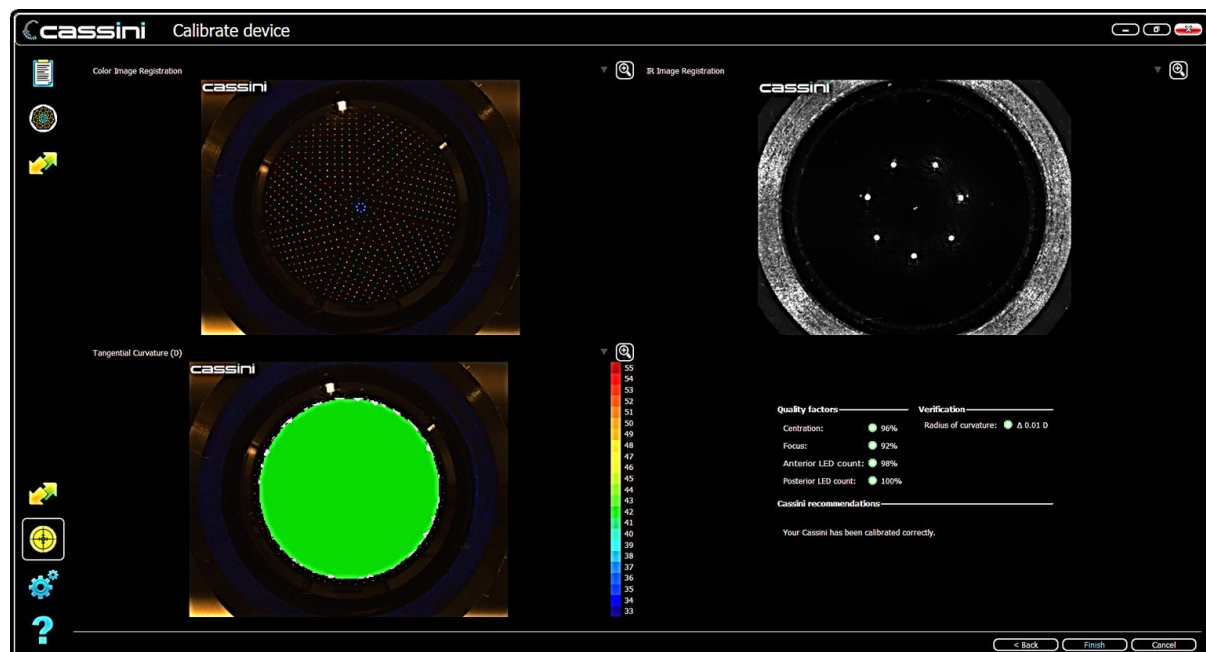

Abbildung 11: Kalibrierungsüberprüfung
- Anstatt die Kalibrierungsdaten zu speichern, bietet Cassini eine Übersicht der Kalibrierungsdaten und prüft, ob der Krümmungsradius korrekt ist. Cassini empfiehlt, ob die Kalibrierung gespeichert oder andere Maßnahmen ergriffen werden sollten (Abbildung 11)